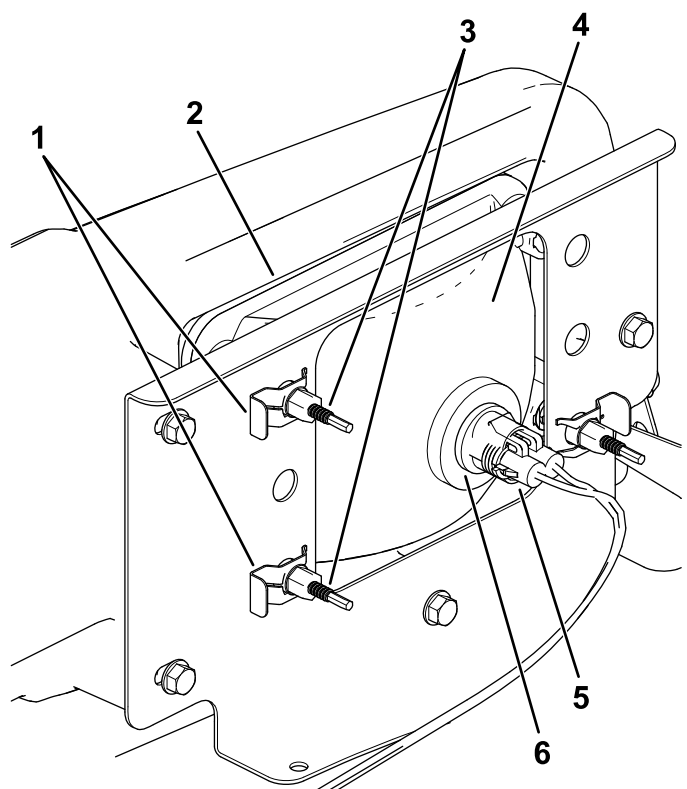

Figure 42
3. Débranchez le connecteur électrique de faisceau du connecteur du phare (Figure 42).
4. Déposez les clips rapides qui fixent le phare à son support (Figure 42).
- Sortez le phare en le déplaçant vers l'avant à travers l'ouverture dans le pare-chocs avant (Figure 42).
- Montez le phare neuf par l'ouverture dans le pare-chocs (Figure 42).
- Branchez le connecteur électrique de faisceau sur le connecteur de l'ampoule (Figure 42).
- Au dos du phare, tournez les vis de réglage (Figure 42) pour orienter le phare et aligner la position de son faisceau.